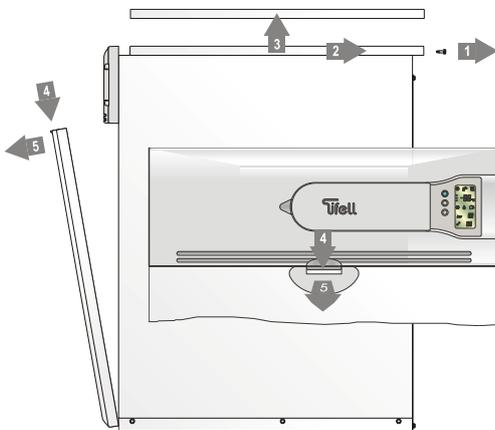

figura 19
- La tapa superior se desmonta soltando los dos tornillos roscachapa que la sujetan por la parte posterior de caldera (figura 19; 1). Una vez sueltos los tornillos se debe desplazar la tapa hacia atrás (figura 19; 2) para poder levantarla (figura 19; 3).
- La puerta frontal se desmonta presionando hacia abajo el pulsador situado en la parte superior central de la puerta (figura 19; 4) y abatiendo la puerta hacia el exterior (figura 19; 5).